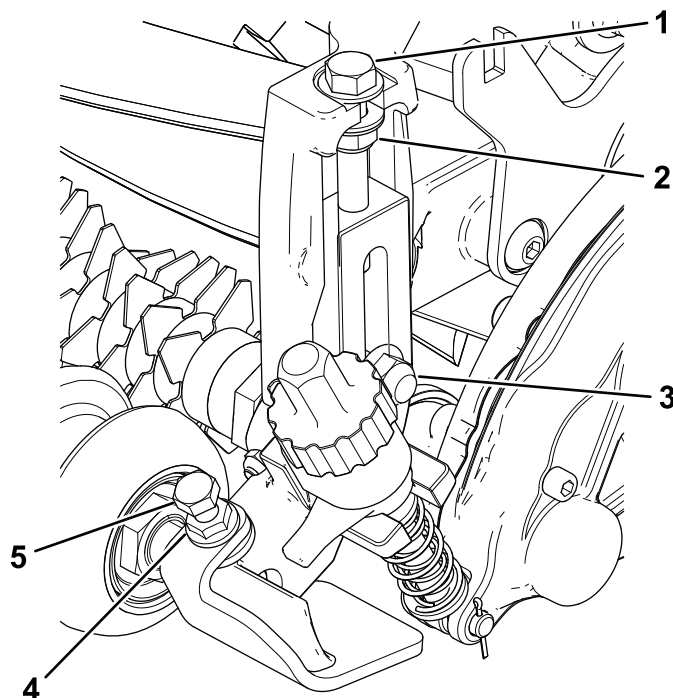

Figura 12
4. Aperte os parafusos de carroçaria e as porcas que prendem os conjuntos do suporte da altura de corte às placas laterais (**Figura 12**).
5. Aperte a porca de bloqueio no parafuso de ajuste da altura de corte e depois rode a porca de bloqueio meia volta para trás (**Figura 12**).
6. Centre o rolo frontal entre os conjuntos do suporte da altura de corte e fixe-o no lugar com os parafusos e porcas flangeadas (**Figura 12**).